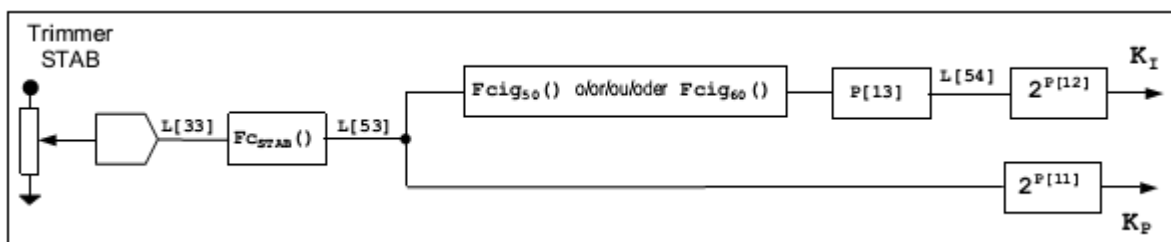
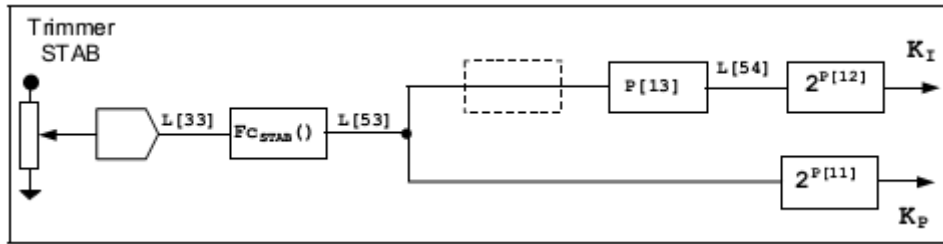
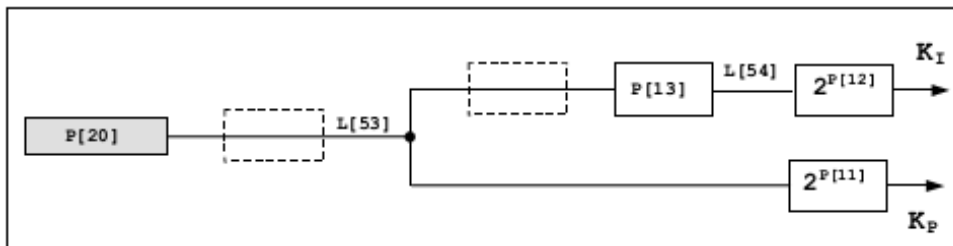

Abb. 7a: Schaltbild der numerischen Operationen der proportionalen und integralen Verstärkung im DSR (Standard) mit aktiviertem STAB-Trimmer
Abb. 7b: Schaltbild der numerischen Operationen der proportionalen und integralen Verstärkung im DSR/A mit aktiviertem STAB-Trimmer
Abb. 7c: Schaltbild der numerischen Operationen der proportionalen und integralen Verstärkung in allen DSR-Versionen mit deaktiviertem STAB-Trimmer
Wenn der STAB-Trimmer aktiviert ist (Flag für STAB-Trimmer vorhanden) wird seine Winkelposition, die in Speicherplatz L[33] verfügbar ist, durch die Funktion  $F_{C_{STAB}}^{(2)}$  in den numerischen Wert in Speicherplatz L[53](3) geändert (Abb. 7a und 7b). Ist der STAB-Trimmer dagegen deaktiviert, wird der Wert von Speicherplatz L[53](3) direkt auf den durch den Parameter P[20] eingestellten Wert eingestellt (Abb. 7c). Die proportionale Verstärkung  $K_P$  resultiert aus der Multiplikation des Werts von Speicherplatz L[53](3) mit einem Koeffizienten, der von dem in Parameter P[11](4) geschriebenen Wert abhängt.
Die unter Speicherplatz L[54](3) verfügbare integrale Verstärkung, abgesehen von der Multiplikation mit einem Koeffizienten, hängt vom Wert der proportionalen Verstärkung in Speicherplatz L[53](3) ab. Beim standardmäßigen DSR (graue Box) mit aktiviertem STAB-Trimmer (Flag für STAB-Trimmer vorhanden) wird der Wert von Speicherplatz L[53](3) bei 50 Hz durch die Funktion  $F_{Cig_{50}}^{(2)}$  und durch die Multiplikation des Werts von Parameter P[13] in den unter Speicherplatz L[54](3) verfügbaren Zahlenwert umgewandelt. Bei 60 Hz ist die Umwandlungsfunktion  $F_{Cig_{60}}^{(2)}$  anders als die Funktion bei 50 Hz (Abb. 7a). In den anderen Versionen von DSR (Abb. 7b), z. B. DSR/A (blaue Box) oder wenn der STAB-Trimmer deaktiviert ist(4) (Abb. 7c), ist nicht nur ein Unterschied zwischen der integralen Verstärkung bei 50 Hz und bei 60 Hz vorhanden, auch der Wert von Speicherplatz L[54](3) ergibt sich durch einfaches Multiplizieren der proportionalen Verstärkung unter Speicherplatz L[53](3) mit dem Wert von Parameter P[13].